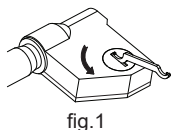

fig.1
- Tournez le couvercle du compartiment à pile de 45° dans le sens inverse des aiguilles d'une montre à l'aide de la clé (fig. 1), puis retirez-le.